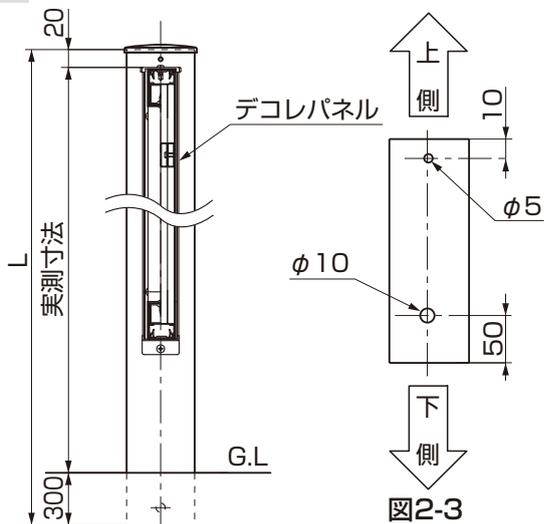

図2-3
- ①デコレパネルを取付ける位置までを実測してください。
- ②実測寸法に320mmを足した寸法Lで間柱を切断してください。
- ③図2-3を参照して、間柱にφ10とφ5の貫通穴をあけてください。